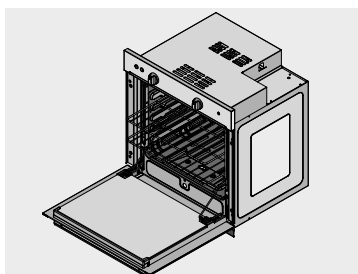

Figura 18.
- Una vez termine la limpieza, ensamble nuevamente el vidrio interior y el complemento superior asegurando que éste quede bien enganchado (Ver figura 18).